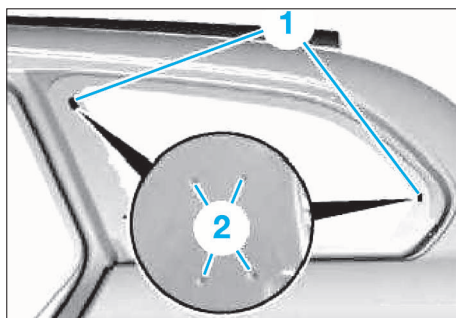

FIG. 109
- Déposer les bandes auto-agrippantes Dual-Lock (1) (Fig.109) et nettoyer les surfaces de colle.